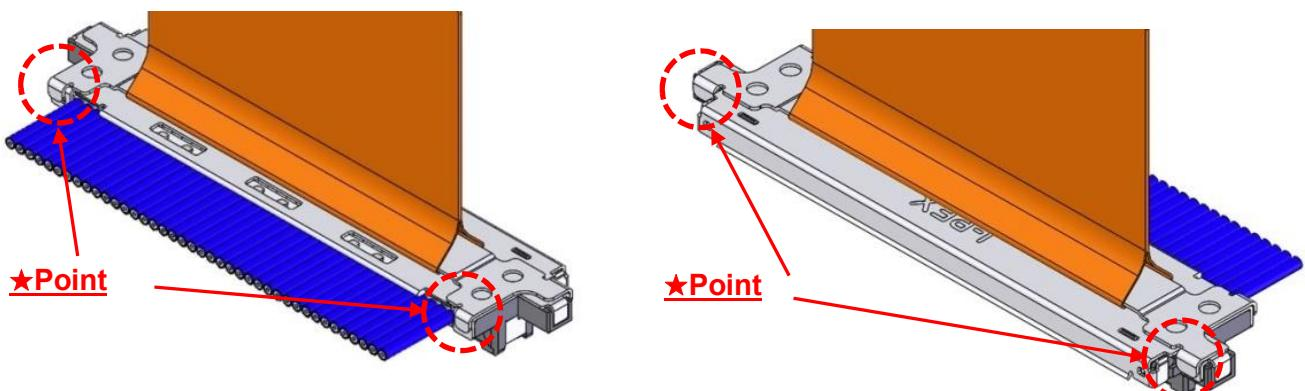

图. 12 Pull Tape Holder 组装确认位置
② 确认 pull tape holder 是否已经正常组装。(图. 12★部)